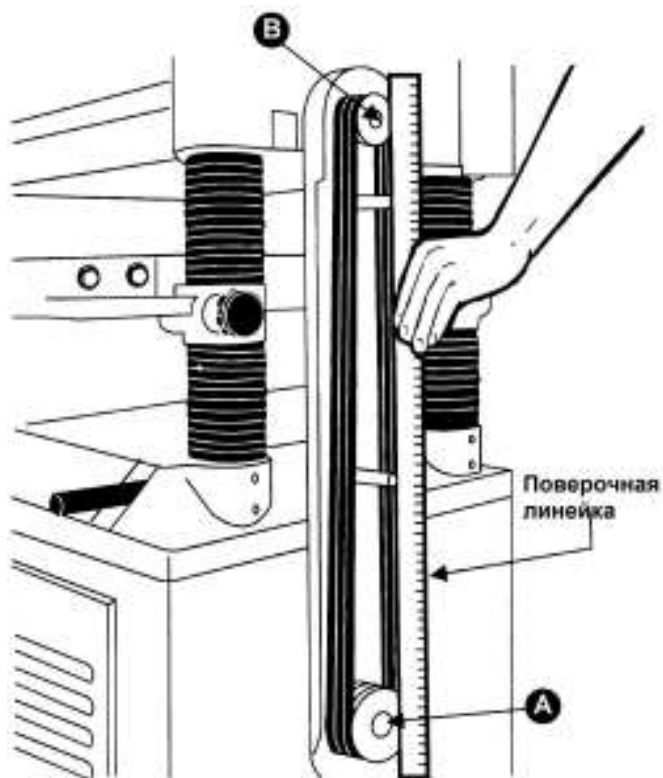
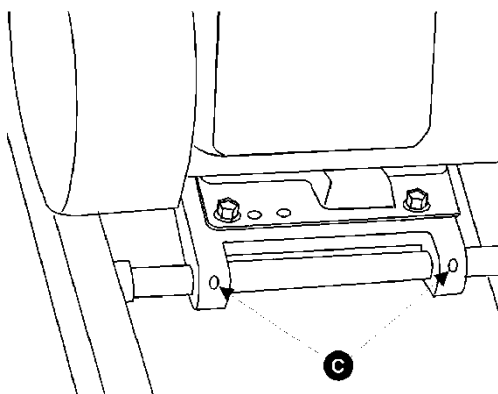

Рис. 9
Рис. 10
1. Выровняйте шкив электродвигателя (А, см. Рис. 9) и шкив строгального вала (В, см. Рис. 9) с помощью поперочной линейки. Сместите держатель электродвигателя путем ослабления установочных винтов (С, см. Рис. 10) в держателе, чтобы выровнять шкивы.